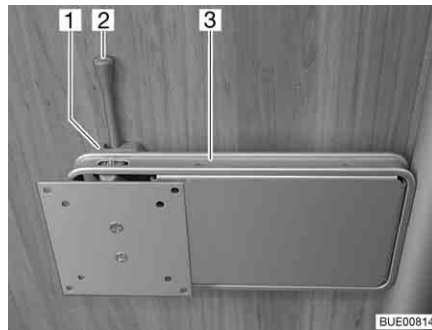

Fig. 47 Fijación en la columna
- Empujar la palanca de desbloqueo (Fig. 47,2) hacia el lado y girar el soporte (Fig. 47,3) junto con la pantalla plana a la posición deseada.
- Girar la pantalla plana hacia la posición inicial hasta que el soporte (Fig. 47,3) engatille en el bloqueo (Fig. 47,1).